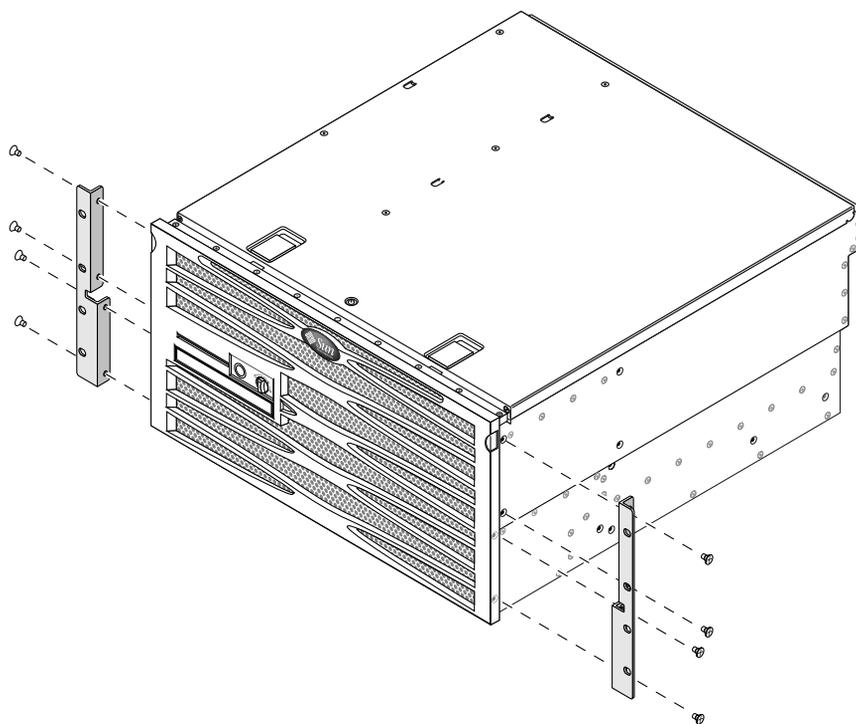

ABBILDUNG 3-2 Befestigen der Festmontagewinkel am Server
2. Befestigen Sie unter Verwendung der mitgelieferten M5 × 8 mm-Kreuzschlitz-Senkkopfschrauben (je vier Schrauben pro Winkel) die vorderen Montagewinkel seitlich am Server (ABBILDUNG 3-2).